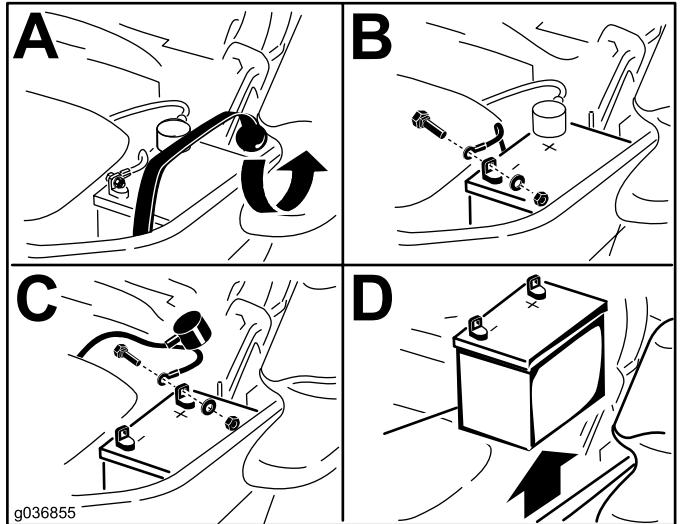

図 53
3. バッテリーのマイナス(-)端子から、マイナスケーブル黒を外す図53。
4. 次にプラス赤端子についている赤い保護カバーをはずして、プラス+ケーブルを外す図53。
5. ゴム製ストラップを取り外す(図53)。
1. バッテリーをトレイの上に置く端子が油圧オイルタンクと反対側を向くように置く図53。
4. 両方のケーブルをボルトとロックナット2組を使って固定する図53。
6. ゴム製ストラップでバッテリーを固定する図53。